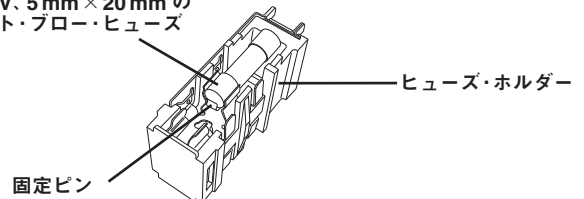

図21
4. 両方のヒューズをヒューズ・ホルダーから取り出し、状態をチェックします。ヒューズが切れている場合は必ず交換してください。新しいヒューズは、切れたヒューズと同タイプで同じ定格のものを必ずご使用ください。交換用ヒューズは、スウェーデン指定販売会社にてご購入いただけます。(図 21 参照)
5. ヒューズ・ホルダー上の固定ピンでしっかりと固定されるよう注意して、ヒューズの再取り付けを行います。(図 21 参照)